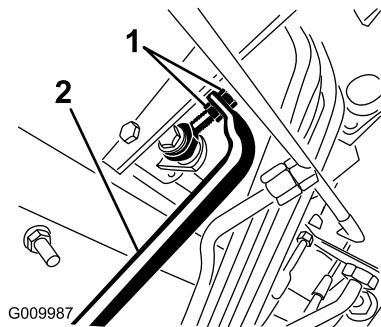

図 47
- 前への動きを止めたい場合は、ポンプロッドの端部にあるジャムナットを回してポンプロトーラチューブ 図 47 を前へ動かす。後の動きを止めたい場合は、後へ動かす。